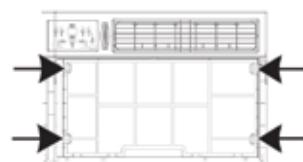

FIG. 2
2. Levante la rejilla frontal hacia arriba y colóquela a un lado. (Vea la Fig. 2)
3. Localice y retire los cuatro tornillos frontales. Estos tornillos serán necesarios para volver a instalar el panel frontal más adelante. (Vea la Fig. 2)